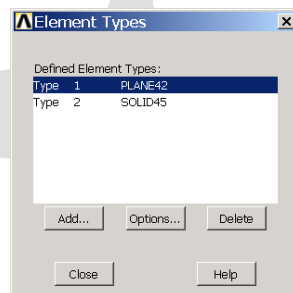

图10.5 定义单元类型
(1) 定义单元类型。单击 Main Menu> Preprocessor> Element Type> Add/Edit/Delete 菜单，定义两种单元类型 PLANE42 和 SOLID45，如图 10.5 所示。